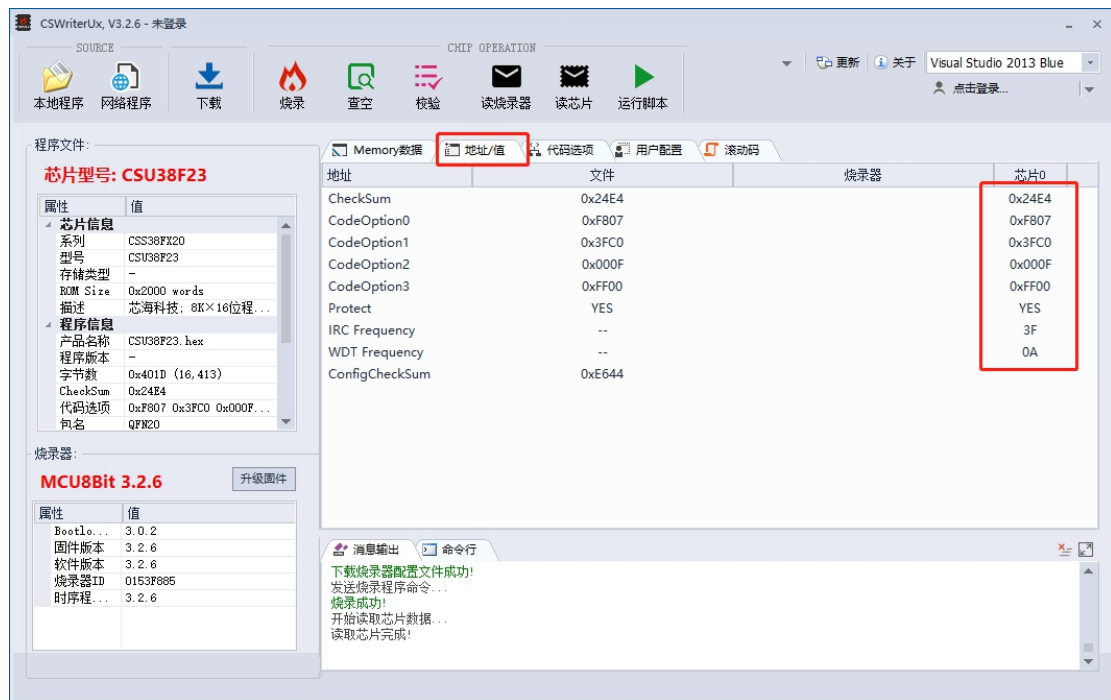

图 18 加密后读取芯片代码选项值
(2) 芯片加密烧录后，能够读出代码选项值，且读出的代码选项与预设值一致，包括 Checksum、option、Protect 等值，如图 18 所示。